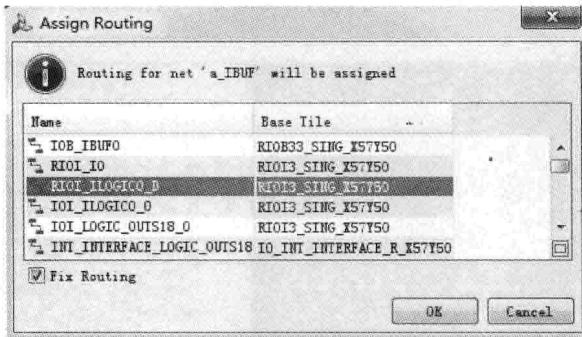

图 8.11 分配布线确认对话框界面
- (1) 在 Device 视图中,选择一个网络。
- (2) 在 Routing Assignment 窗口下,单击 Assign Routing...按钮。
- (3) 如图 8.11 所示,出现 Assign Routing 对话框界面。该界面用于在提交布线前,对分配的节点进行验证。